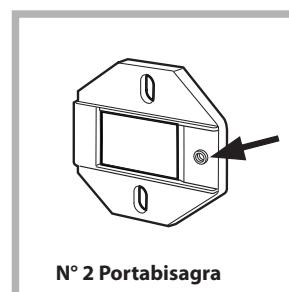

Fig. 1
- Montar los soportes cremallera en la parte frontal posicionando el orificio indicado con una flecha en la fig. 1 hacia adentro de la cara interponiendo una ristra (fig. 4/B), empleando los tornillos tipo C.